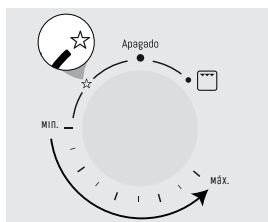
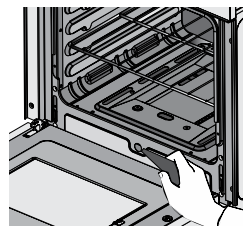

Figura 39. Selector de temperatura con encendido automático.
Figura 40. Encendido manual.
2. Sin dejar de presionar la perilla, accione el interruptor del encendido electrónico ☆ figura 38 o en caso de tener encendido automático gire la perilla hasta la posición ☆ (Ver figura 39). De lo contrario utilice un encendedor manual (Ver figura 40).